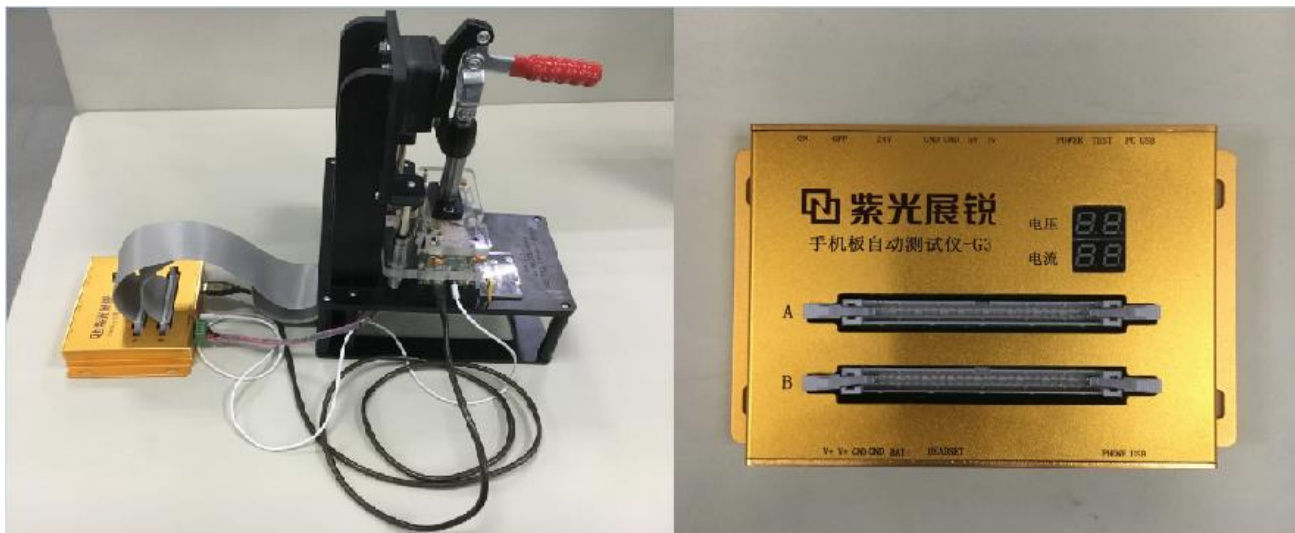

图 2.2 BBAT 单台测试站示例
BBAT 支持一台控制电脑控制多台测试夹具同时测试，最多能够控制 4 路子系统②，且可以根据操作人员效率删减站台，以充分利用操作员的操作动作，单台测试站位示意图如图 2.2